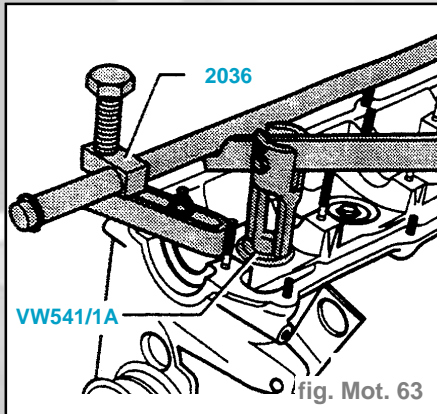

fig. Mot. 63
- Déposer les ressorts de soupapes à l'aide du levier de montage **VW541/1A** et de la pièce de pression **VW541/5** (fig. Mot. 63).